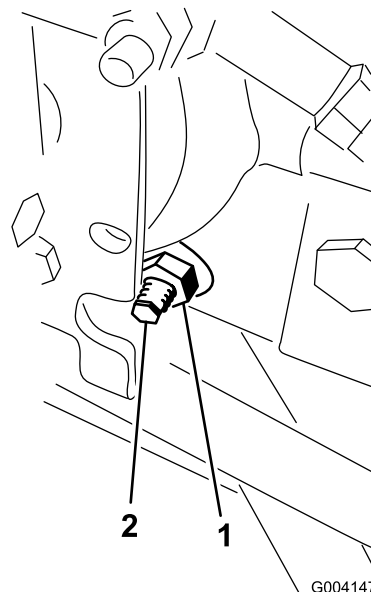

図 82
3. ハイドロスタットの右側にあるトラクション調整カムのロックナットをゆるめる 図 82。